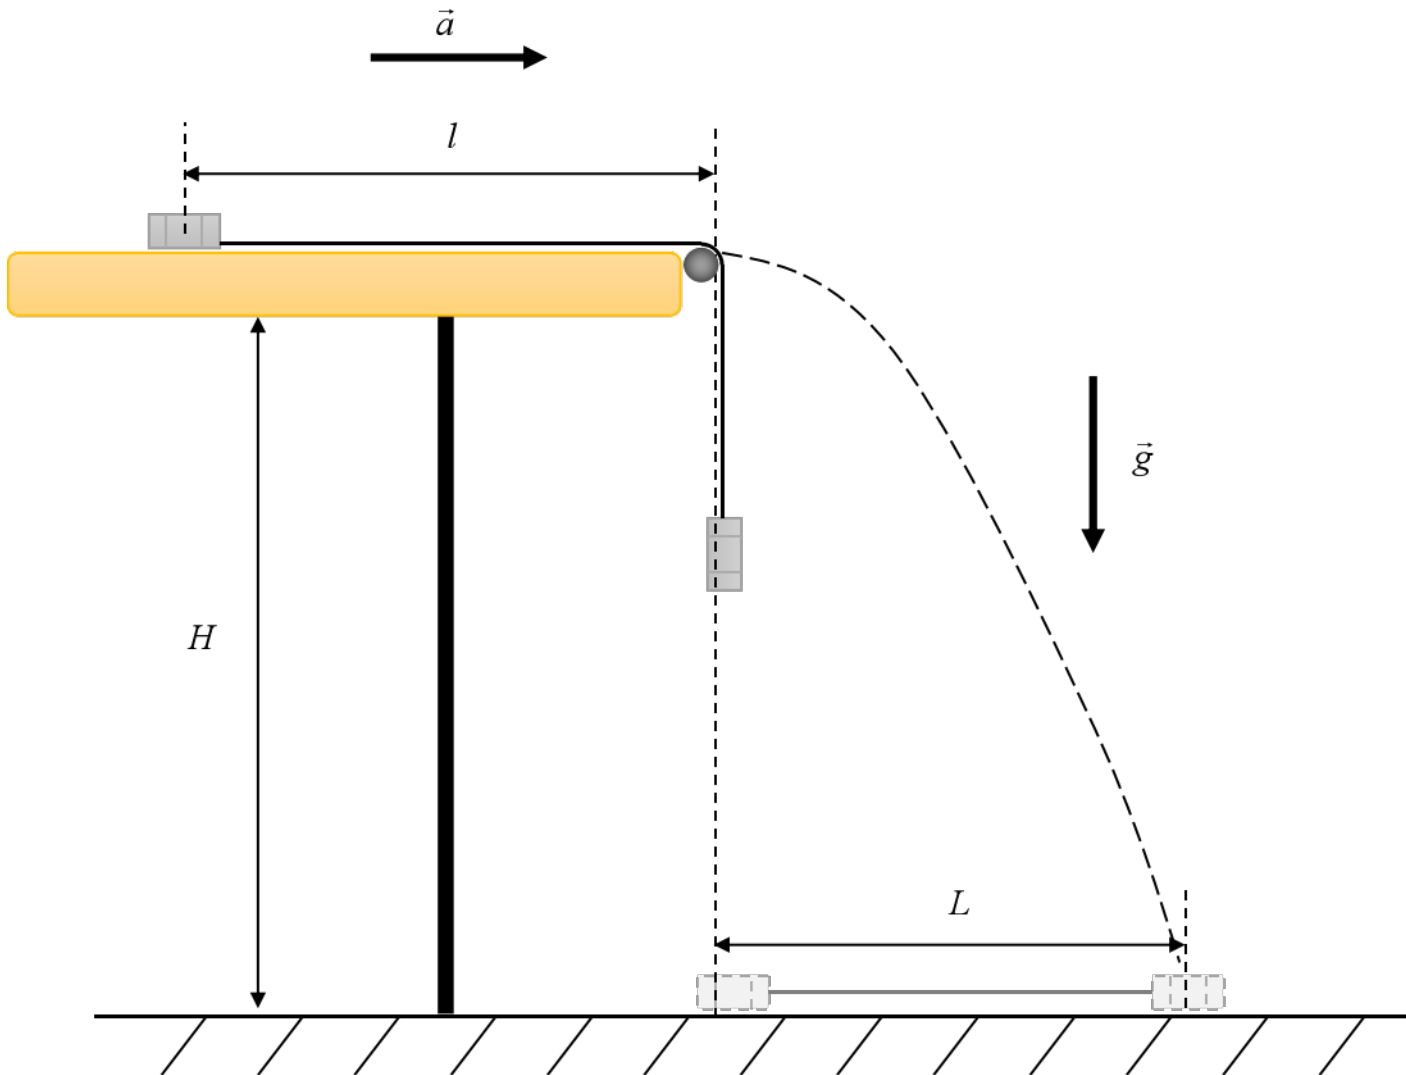

Рис. 3. Полет гайки после разгона
1. Гайка, изначально двигавшаяся по столу, после отрыва от поверхности стола полетит по параболе (см. рисунок 3).